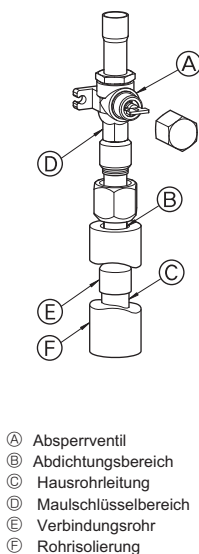

Fig. 4-3
- ③ Gehen Sie wie folgt vor, um die Rohrleitungen der Gasseite anzuschließen. (Fig. 4-3) (SHW230)